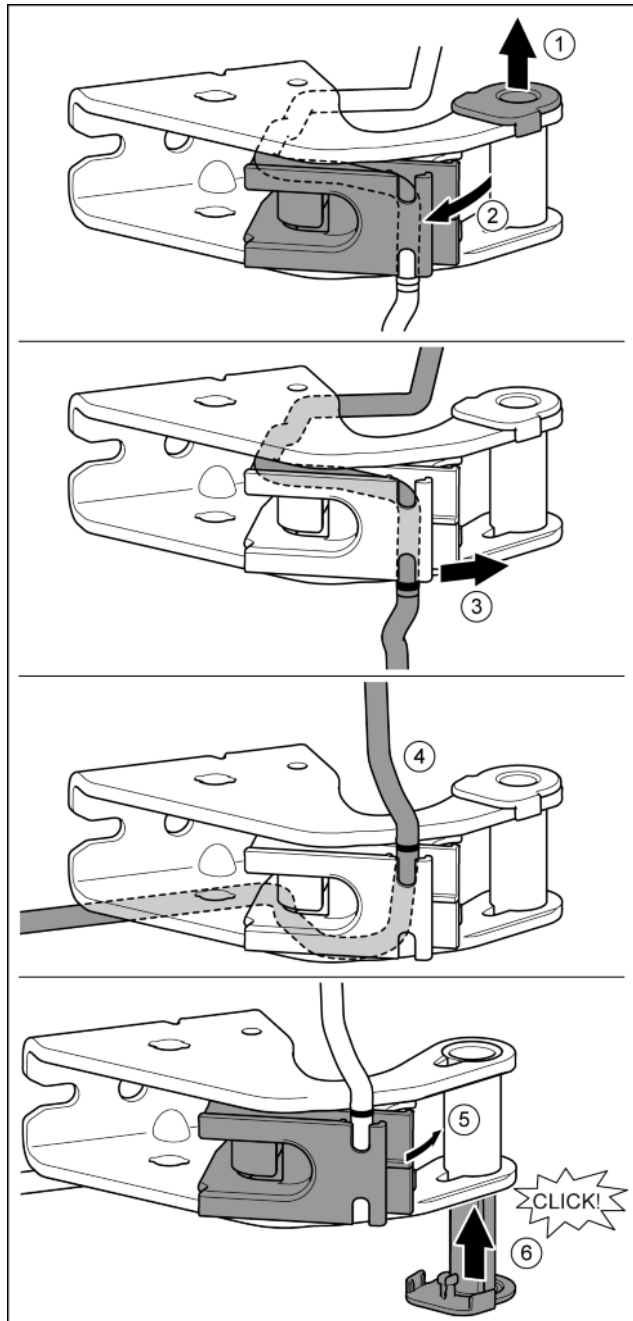

Fig. 23
- ▶ Vytáhněte ložiskové pouzdro z vedení. Fig. 23 (1)
- ▶ Otočte držák kabelu ven. Fig. 23 (2)
- ▶ Uvolněte kabel z vedení. Fig. 23 (3)
- ▶ Vložte kabel zrcadlově obráceně. Fig. 23 (4)
- ▶ Otočte držák kabelu dovnitř. Fig. 23 (5)
- ▶ Ložiskové pouzdro vložte z druhé strany a zaklesněte. Fig. 23 (6)